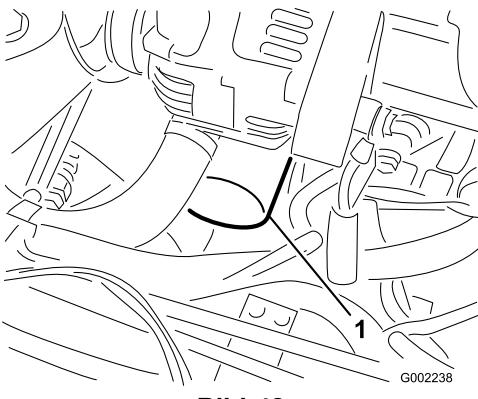

Bild 42
7. Entfernen Sie den alten Ölfilter (Bild 42).
10. Setzen Sie den ErsatzölfILTER auf den Anbaustutzen auf. Drehen Sie den Ölfilter nach rechts, bis die Gummidichtung den Anbaustutzen berührt. Ziehen Sie ihn dann um eine weitere 1/2 Umdrehung fester (Bild 42).